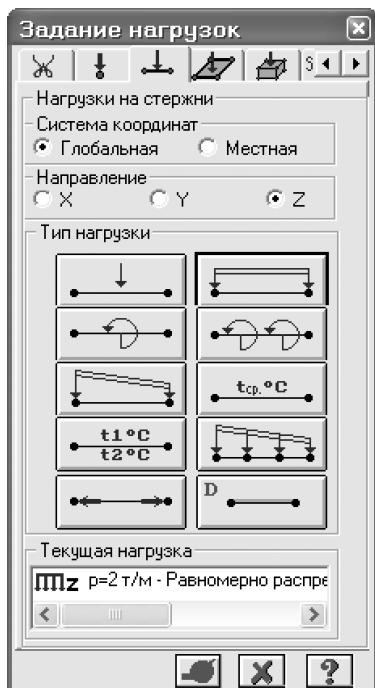

Рис.1.11. Диалоговое окно
Нагрузки на узлы и элементы задаются с помощью диалогового окна **Задание нагрузок** (рис.1.11), которое вызывается из меню **Нагрузки ⇒ Нагрузка на узлы и элементы** (кнопка  на панели инструментов).
- Вызовите диалоговое окно **Задание нагрузок** (рис.1.11) с помощью меню **Нагрузки** ⇒ **Нагрузка на узлы и элементы** (кнопка на панели инструментов).